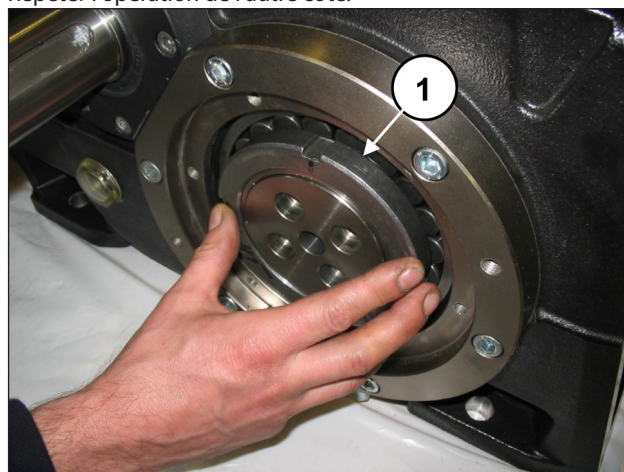
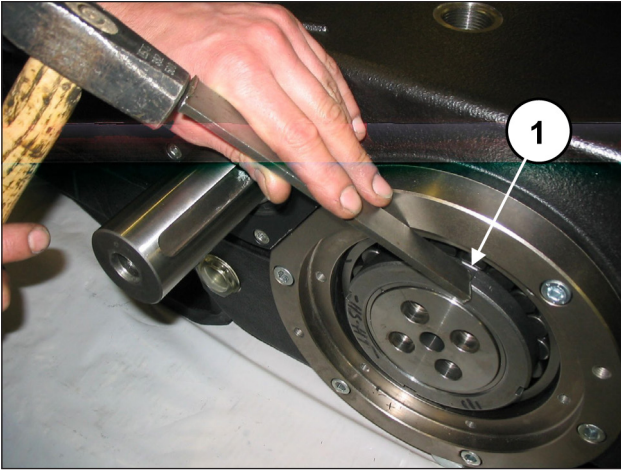

Fig. 16
Fig. 17
Sur un côté, visser une bague type SKF KM20 sur la douille de pression (rep. ①, Fig. 16) puis débloquer la douille à l'aide d'un outil à inertie (rep. ①, Fig. 17) sans la dégager. Répéter l'opération de l'autre côté.